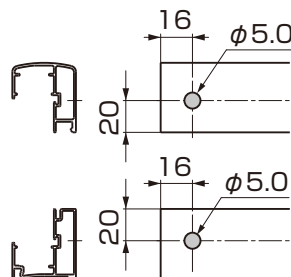

図1-7 上棧、下棧
②上棧と下棧にφ5.0の穴、上枠と下枠にφ4.5の穴をあけてください。(図1-7、図1-8参照)